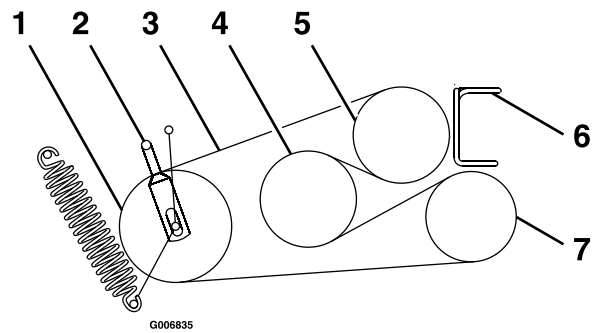

Figura 60
6. Desaperte as guias da correia **A** e **B** (Figura 60).
8. Encaminhe as novas correias para as polias, como se mostra na Figura 60.